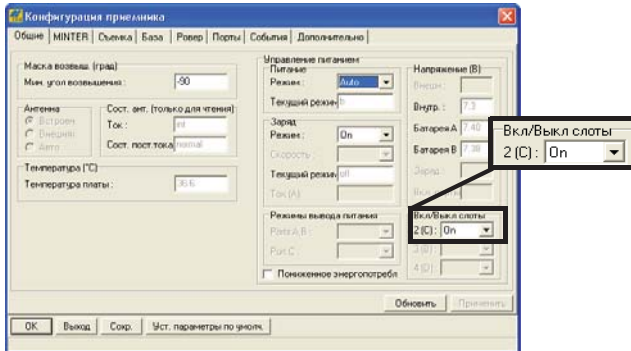

Рис. 2-9. Выбор режима подачи питания – порты и слоты
5. В разделе **Вкл/выкл слоты** нажмите на выпадающий список и выберите нужный способ питания внутренних слотов (Рис. 2-9).